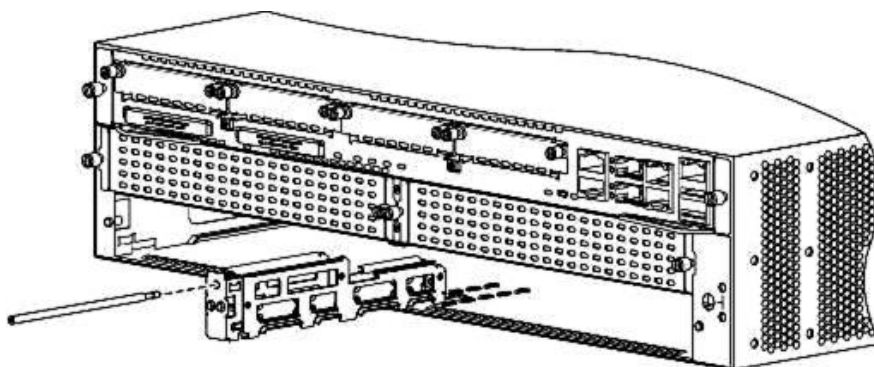

Рисунок 15
- Шаг 2:** Вставьте направляющую верхней части разделителя слота между двумя направляющими рельсами верхней части слота сетевого модуля, как показано на Рисунок 15 (на примере маршрутизатора Cisco 2951).
- Шаг 3:** Задвиньте разделитель в слот, пока он полностью не установится. Разделитель для маршрутизаторов Cisco имеет длинный удерживающий винт, который вставляется в разделитель (Рисунок 15).